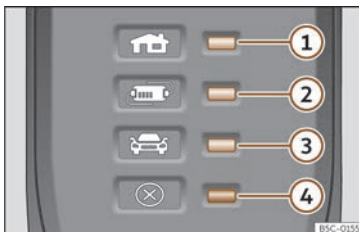

Fig. 77 Sur le câble de charge pour prises de courant : Témoins de contrôle sur le dispositif de protection.
>>> **fig. 77:**
Le dispositif électronique de protection >>> **fig. 77** fait que le connecteur de charge demeure sans courant tant que la prise de charge du véhicule n'est pas branchée.
Un ou plusieurs des témoins de contrôle >>> **fig. 77** ①, ② ou ③ s'allument en vert.
Indication >>> fig. 77	Signification
①, ④ clignent	Le connecteur pour l'habitation a beaucoup chauffé.
②, ④ clignent	Le dispositif de protection a beaucoup chauffé.
Si l'opération de charge continue avec un courant inférieur, le témoin d'alerte >>> fig. 77 ④ clignote en rouge en plus de l'indicateur de fonctionnement.
- Si une déconnexion ou une réduction du courant de charge se produit à nouveau et que l'exposition à une source de chaleur externe ne semble pas en être la cause, notez que le témoin de contrôle vert clignote >>> fig. 77. Pour vérifier le câble de charge, adressez-vous à un concessionnaire spécialisé CUPRA ou à tout concessionnaire du réseau SEAT. Pour la vérification de la connexion de l'infrastructure, adressez-vous à un établissement spécialisé en installations électriques.
Si le témoin d'alerte ④ rouge clignote ou s'allume sans qu'un des témoins de contrôle >>> fig. 77 ①, ② ou ③ l'indicateur de fonctionnement ne s'allume de façon permanente, il y a une panne.